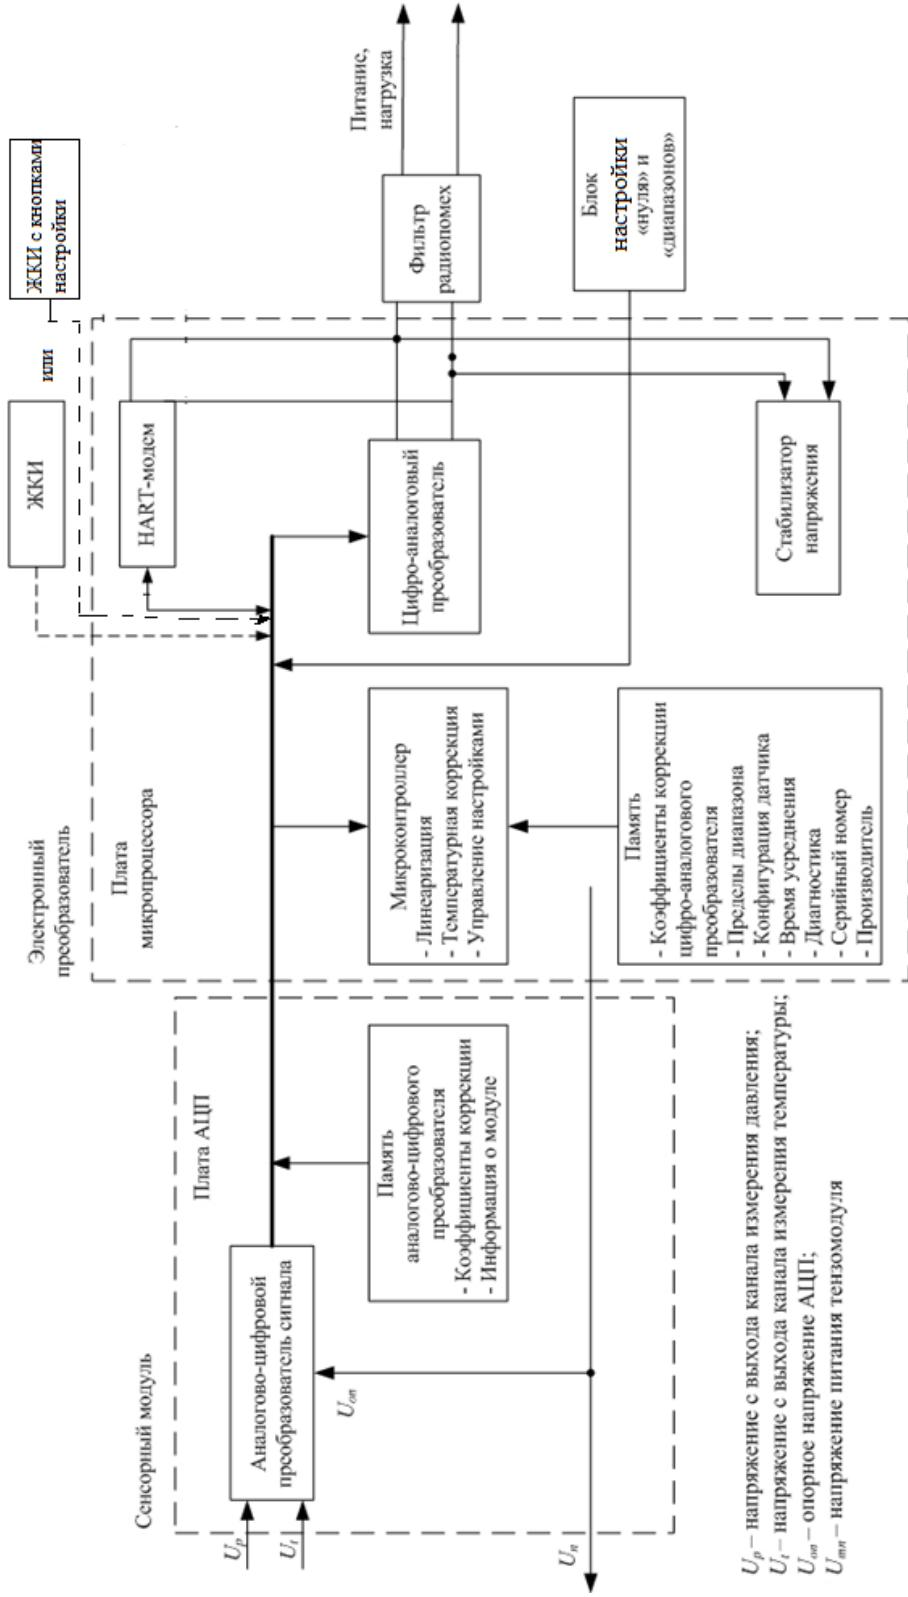

Рисунок 3 – Функциональная блок-схема
1.3.1 Функционально канал преобразования сигнала измерительного блока (рисунок 3) состоит из АЦП, блока памяти АЦП, микроконтроллера с блоком памяти, цифро-аналогового преобразователя (ЦАП), стабилизатора напряжения, фильтра радиопомех, встроенной регулировки «нуля» и «диапазона», HART-модема.